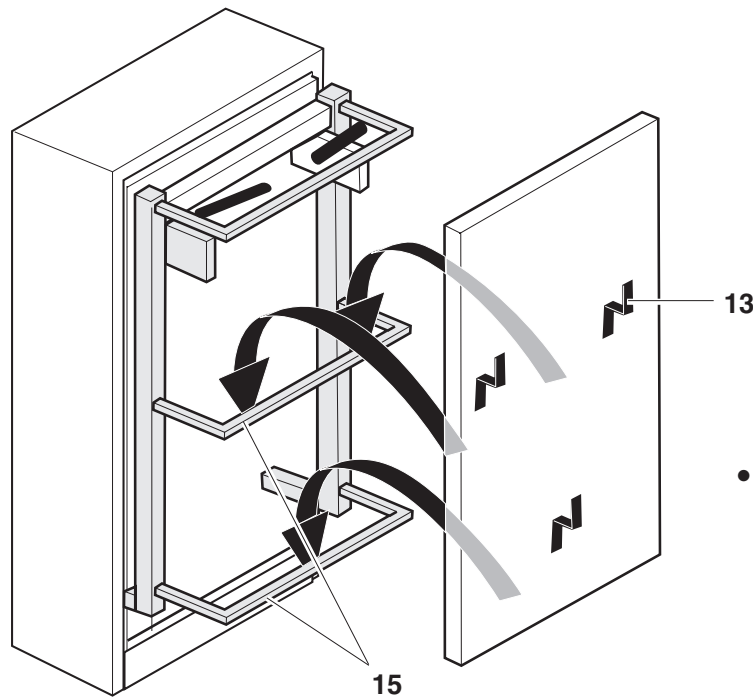

Abb. 9
- Vorbereitete Frontplatte an den Frontplatten-Befestigungswinkel **13** in die Querrohre **15** am Bettgestell einhängen, siehe **Abb. 9**.